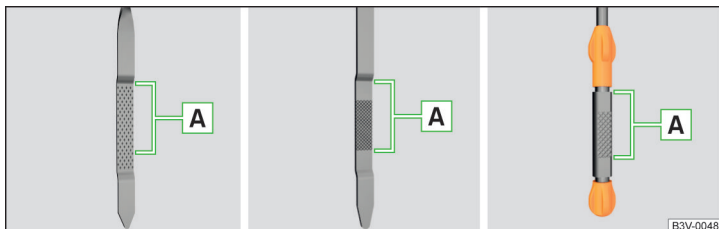

Fig. 318 Modèles de jauges d'huile
L'huile peut ensuite arriver au niveau du point **A** » fig. 318. Si le niveau d'huile est inférieur au repère **A**, rajoutez de l'huile.
- Le niveau d'huile ne doit jamais être inférieur ou supérieur au niveau **A** » fig. 318 – risque d'endommagement du moteur et du système d'échappement !